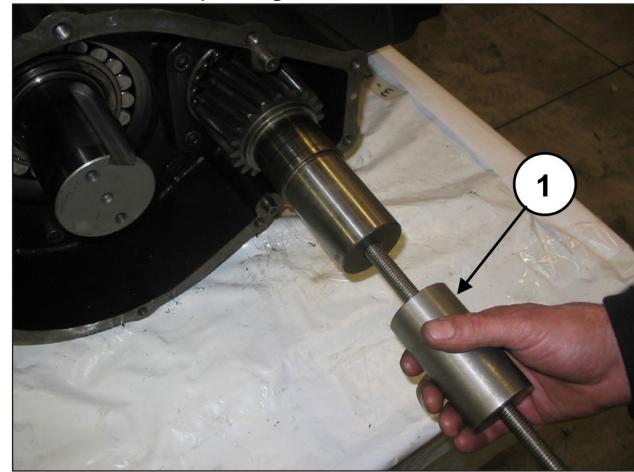

Fig. 14
Déposer le pignon à l'aide d'un chassoir à inertie à appliquer sur l'orifice M14 (rep. ①, Fig. 14).